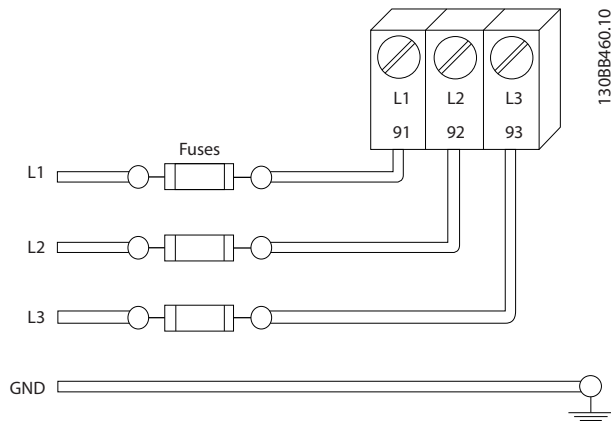

图 2.6 变频器熔断器
- 必须为所有变频器都提供短路和过电流保护。为了提供这种保护，须采用输入熔断装置，请参阅图 2.6。如果出厂时没有附带熔断器，则须由安装商作为安装的一部分而提供安装。请参阅 10.3 熔断器表 中的熔断器最大额定值。